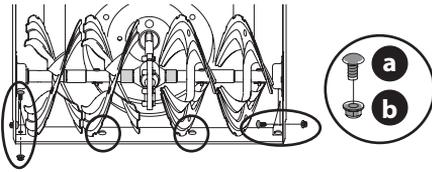

Figure 77
- Retirez les boulons de carrosserie (a) et les écrous hexagonaux (b) qui fixent la lame de raclage au boîtier des tarières. Voir Figure 77.
- Installez la lame de raclage neuve et vérifiez que la tête des boulons de carrosserie est placée à l'intérieur du boîtier. Serrez bien. Voir Figure 77.